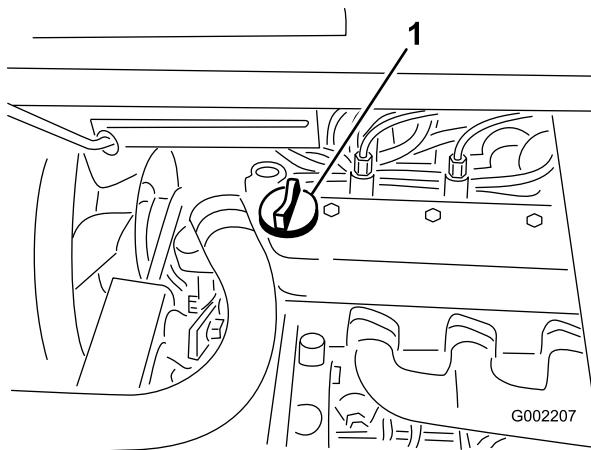

Figura 17
3. Se o nível de óleo estiver baixo, deverá retirar a tampa de enchimento da cobertura da válvula (Figura 17) e deitar óleo na abertura até que o nível suba até à marca "Full" (Cheio) da vareta; consultar a secção Manutenção do óleo do motor, , acerca do tipo e viscosidade do óleo. Adicione o óleo lentamente e verifique o nível com alguma